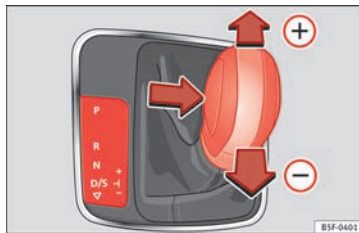

Fig. 171 Gearskift med tiptronic
- For at skifte til et højere gear skal du vippe gearvælgeren fremad i retning mod » **Fig. 171** .
- For at skifte til et lavere gear skal du vippe gearvælgeren bagud i retningen mod » **Fig. 171** .